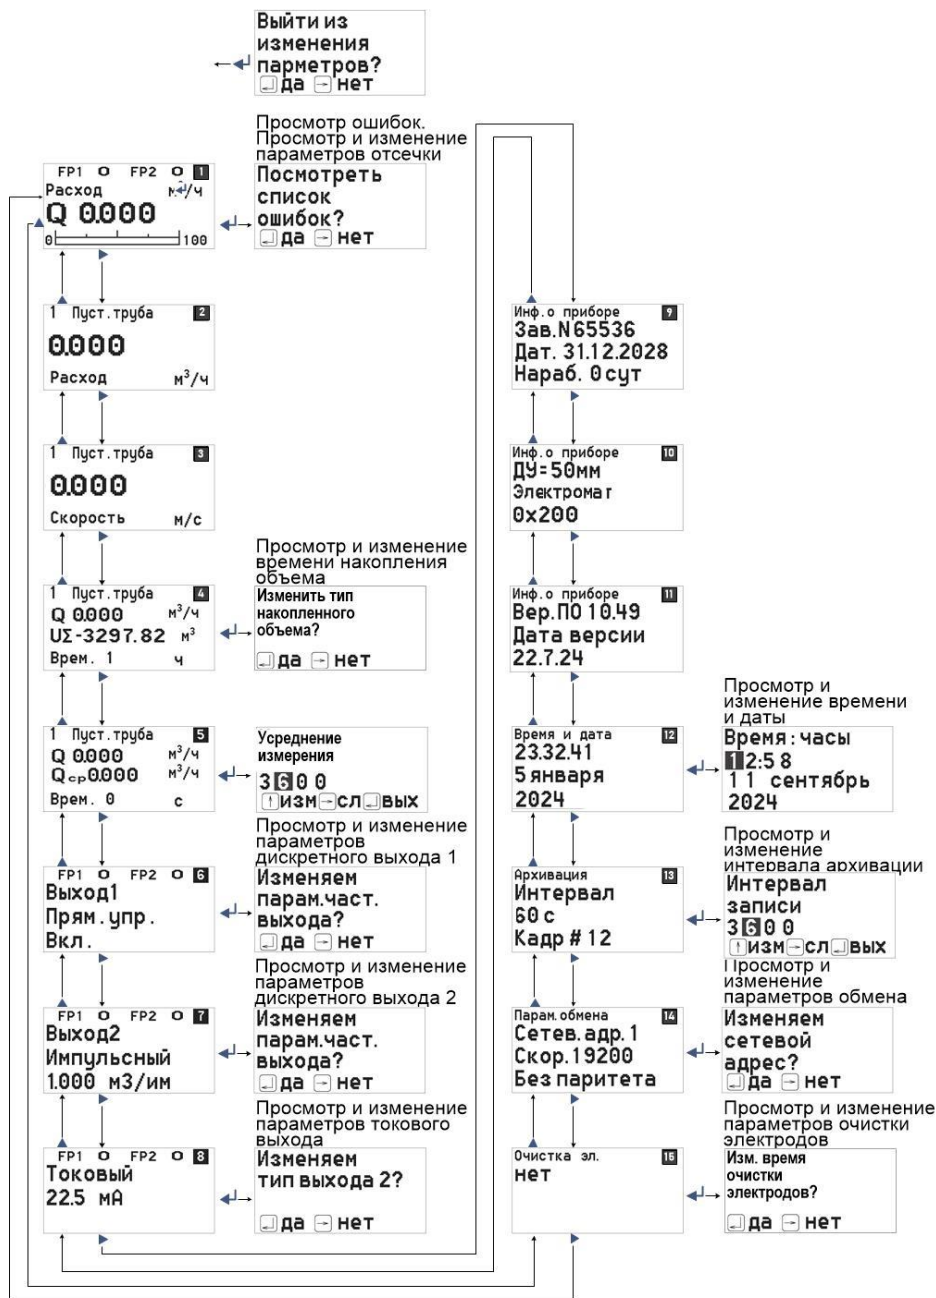

Рисунок 2.31 – Меню ЭЛЕМЕР-РЭМ-2 с ВПР-03-MB
2.8.2.1 При выборе экрана № 1, 4, 5, 6, 7, 8, 12, 13, 14, 15 возможен вход в меню для просмотра и изменения параметров конфигурации (рисунок 2.31). Для входа в меню: